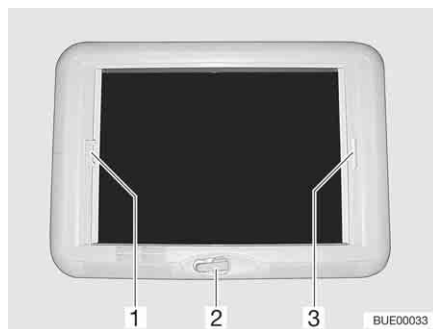

Fig. 114 Oblò a manovella
- Ruotare la manovella (Fig. 114,2) fino a quando non si incontra resistenza.
- Tirare la tendina oscurante pieghevole per la maniglia (Fig. 114,3) e rilasciarla alla posizione desiderata. La tendina oscurante pieghevole rimane in questa posizione.
- Tirare la protezione contro gli insetti per la maniglia (Fig. 114,1) verso la maniglia contrapposta della tendina oscurante pieghevole (Fig. 114,3) e farla innestare.
- Tirare la maniglia della protezione contro gli insetti (Fig. 114,1) dietro, verso l'alto, e sganciare la protezione contro gli insetti dalla tendina oscurante pieghevole (Fig. 114,3).